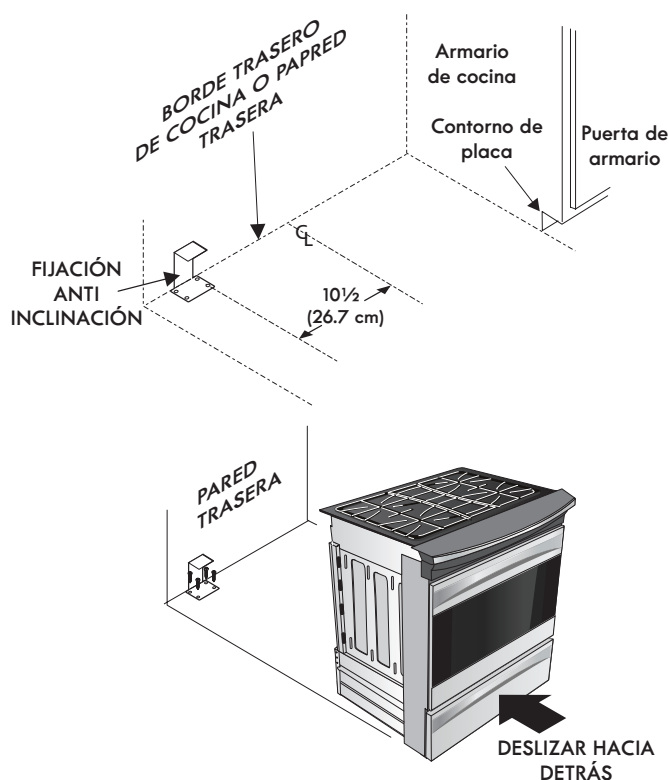

Figura 6
2. Desplegar el molde de papel y colocarlo alisado sobre el piso con el vértice posterior derecho posicionado exactamente en la intersección de las líneas central y posterior dibujadas anteriormente. (Si no se dispone de un molde, usar el diagrama incluido a continuación para ubicar las ménsulas (Figura 6)).